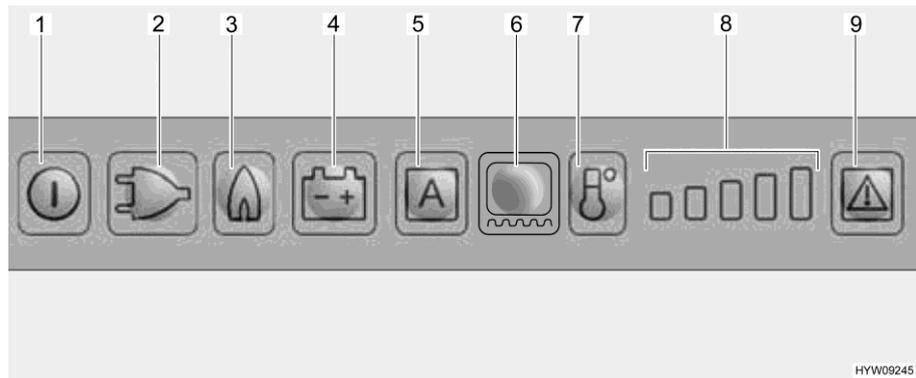

Fig. 160 Cuadro de mando de LED (frigorífico Dometic)
Al seleccionar el suministro de gas se abre automáticamente el seguro de encendido, de forma que puede fluir gas hacia el quemador. Simultáneamente se conecta el encendedor electrónico. Si se apaga la llama de gas, p. ej. debido a un golpe de viento, el encendedor se activa inmediatamente y enciende de nuevo el gas. En caso de alguna avería en el funcionamiento a gas, parpadearán los botones luminosos Gas (Fig. 160,3) y Avería (Fig. 160,9) y sonará una alarma acústica por 20 segundos.
Conectar: ■ Pulsar la tecla On/Off (Fig. 160,1) por aprox. 2 segundos. El frigorífico se conectará, se visualizará el modo de funcionamiento seleccionado más recientemente.
Seleccionar el modo de funcionamiento: ■ Pulsar el botón luminoso para el modo de funcionamiento deseado (Fig. 160,2 - 4) o el modo automático "AES" (Fig. 160,5) (sólo en el caso del modelo AES).
Ajustar la temperatura de refrigeración: ■ Ajustar la temperatura de refrigeración con la tecla Nivel de refrigeración (Fig. 160,7). El indicador de nivel de refrigeración (Fig. 160,8) indicará el ajuste seleccionado del termostato.
Desconectar: ■ Pulsar la tecla On/Off (Fig. 160,1) por aprox. 2 segundos.
Una vez conectado, el frigorífico automáticamente seleccionará el ajuste medio del termostato. Este ajuste puede modificarse manualmente con la tecla Nivel de refrigeración (Fig. 160,7). Pasan algunas horas hasta que el frigorífico alcanza la temperatura de servicio normal. Al cambiar a otro modo de funcionamiento, se conservará el ajuste del termostato.
- Conectar la calefacción de marco por un período de 2 horas: Pulsar el botón luminoso Calefacción de marco (Fig. 160,6) una vez. Estará iluminada una barra del indicador de nivel de refrigeración (Fig. 160,8).
- Conectar la calefacción de marco por un período de 5 horas: Pulsar el botón luminoso Calefacción de marco (Fig. 160,6) dos veces. Estarán iluminadas dos barras del indicador de nivel de refrigeración (Fig. 160,8).
- Ajustar la calefacción de marco en funcionamiento continuo: Pulsar el botón luminoso Calefacción de marco (Fig. 160,6) tres veces. Estarán iluminadas tres barras del indicador de nivel de refrigeración (Fig. 160,8).
El indicador de nivel de refrigeración (Fig. 160,8) visualizará el tiempo de funcionamiento de la calefacción de marco por algunos segundos.
En caso de alguna avería, el botón luminoso Avería (Fig. 160,9) parpadeará. Además parpadeará o bien uno de los botones luminosos Modo de funcionamiento o el indicador de nivel de refrigeración. Adicionalmente sonará una señal de advertencia acústica. Para indicaciones con respecto a la indicación de errores y la eliminación de errores, véase el capítulo 15.
- ▷ Después de haber eliminado una avería del funcionamiento a gas, pulsar el botón luminoso Reset (Fig. 160,9).